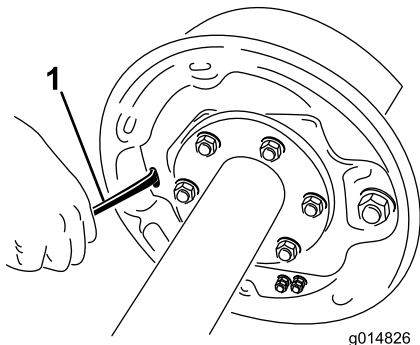

Figure 62
4. Avec un tournevis, tournez la roue dentée de l'ensemble de réglage pour écarter les segments de freins (Figure 62).